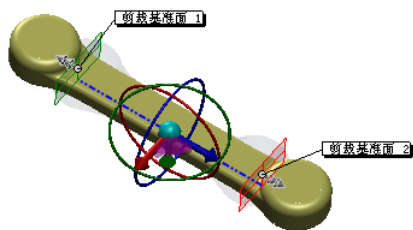

图 3.25.20 选择“伸展”后的模型
Step4. 定义弯曲类型。在“弯曲输入”区域中选中 **伸展(S)** 单选项，选中 **粗硬边线(H)** 复选框，在  后的文本框中输入伸展距离值 100，此时在零件模型上会出现两个剪裁基准面和三重轴，“伸展”后的模型如图 3.25.20 所示。